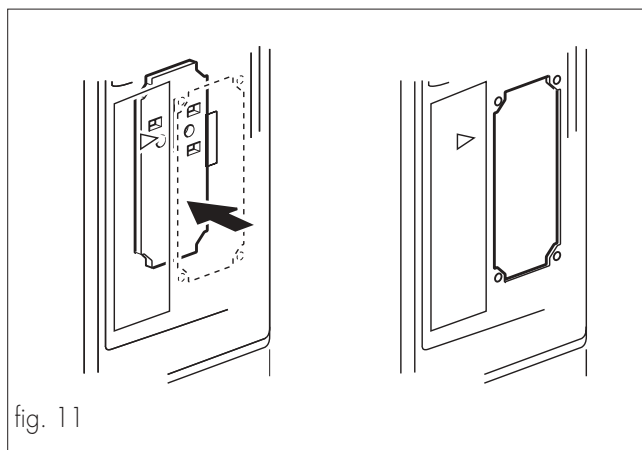

fig. 11
- Extraer el soporte de aceptación fichas (fig. 11).
- Realizar un orificio en el panel del teclado (fig. 11).